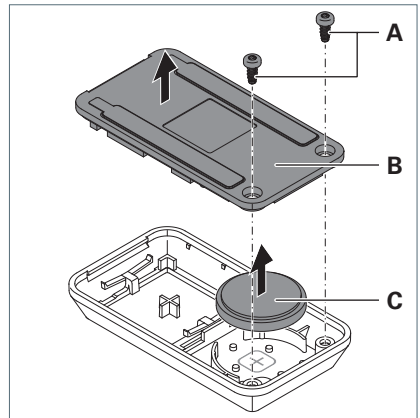

Fig. 26: Batteriewechsel.
- ▶ Drehen Sie die Schrauben **A** aus der Rückwand **B** des Bedienelements, siehe Fig. 26.